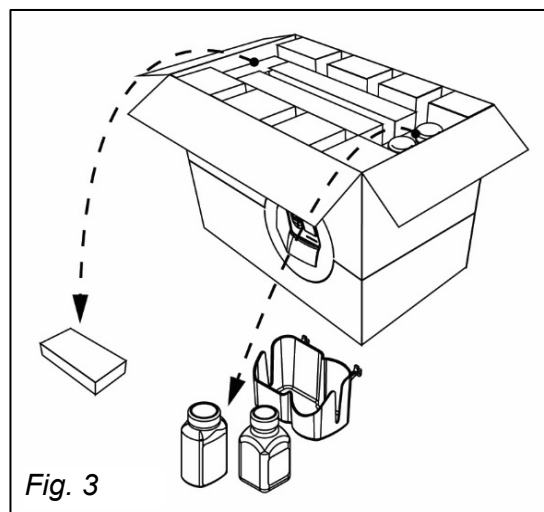

Fig. 3
2.2.1. Coloque a caixa em pé e abra as abas superiores (fig. 3)